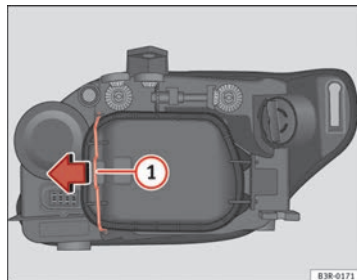

Abb. 196 Abblendlicht
Ein vorheriges Abnehmen des Deckels ⇒ Abb. 196 ist zwar nicht notwendig, erleichtert aber den Ersatz des Blinklichts.
- Den Spanner ⇒ Abb. 196 ① in Pfeilrichtung bewegen und den Deckel abnehmen, indem zuerst die Seite des Spanners und danach die beiden Laschen des anderen Endes des Deckels abgenommen werden.